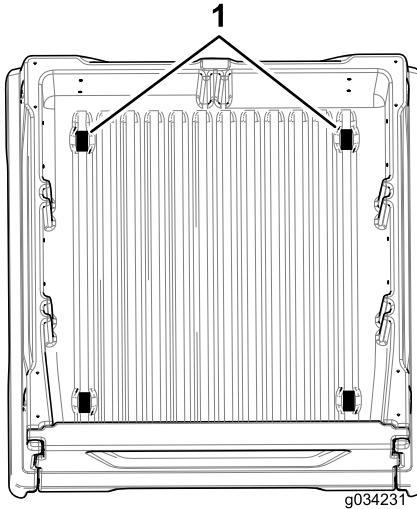

Bild 5
1. Befestigen Sie die Halterung mit zwei Schrauben an den in **Bild 5** abgebildeten Stellen (**Bild 6**).